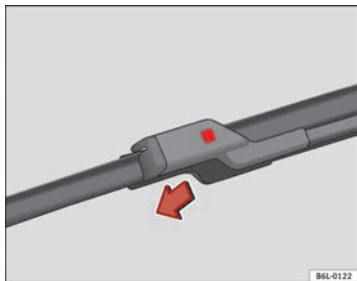

Fig. 129 Cambio spazzola tergicristalli
- Premere il pulsante di sicurezza ⇒ fig. 129.